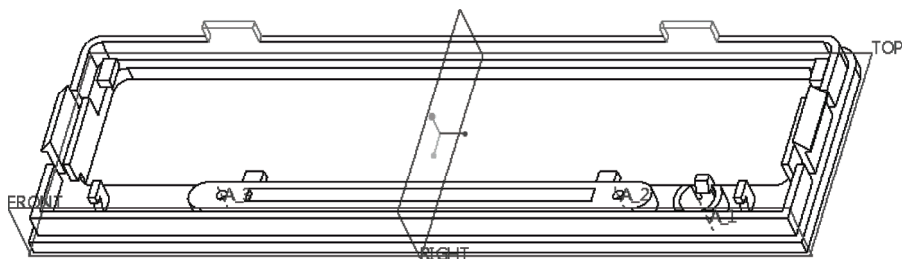

图 12-69 完成该拉伸特征 11
- 6) 在“拉伸”选项卡中单击  (完成) 按钮, 完成该拉伸特征的模型效果如图 12-69 所示。